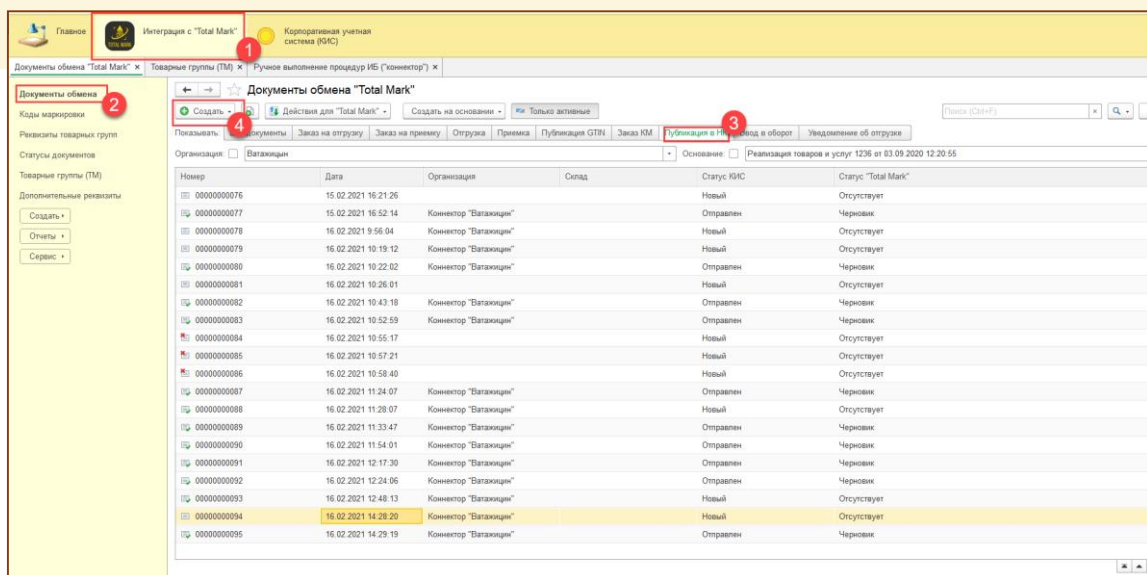

Рис. 5-2 - Публикация в НК
- 1. Открыть вкладку «Публикация в НК» и нажать «Создать» (Рис. 5-2);